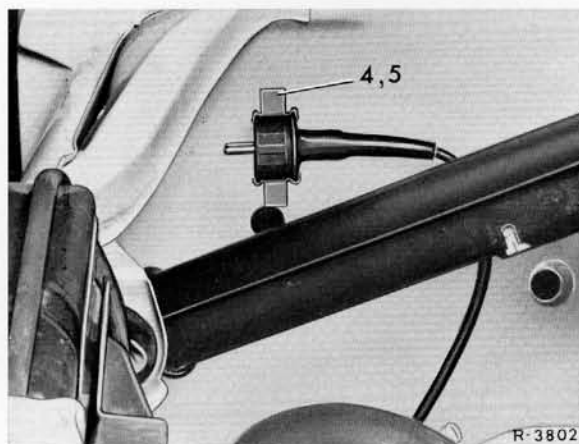

Bild 20-3/4
8. Anschließend mit den Insulok-Kabelbändern (6) an den parallel laufenden elektrischen Leitungen befestigen.
9. Haltefeder (4) für Stecker mit den Linsenblechschrauben (5) am Radlaufblech anschrauben. Anschließend Stecker in Haltefeder aufdrücken (Bild 20-3/4).